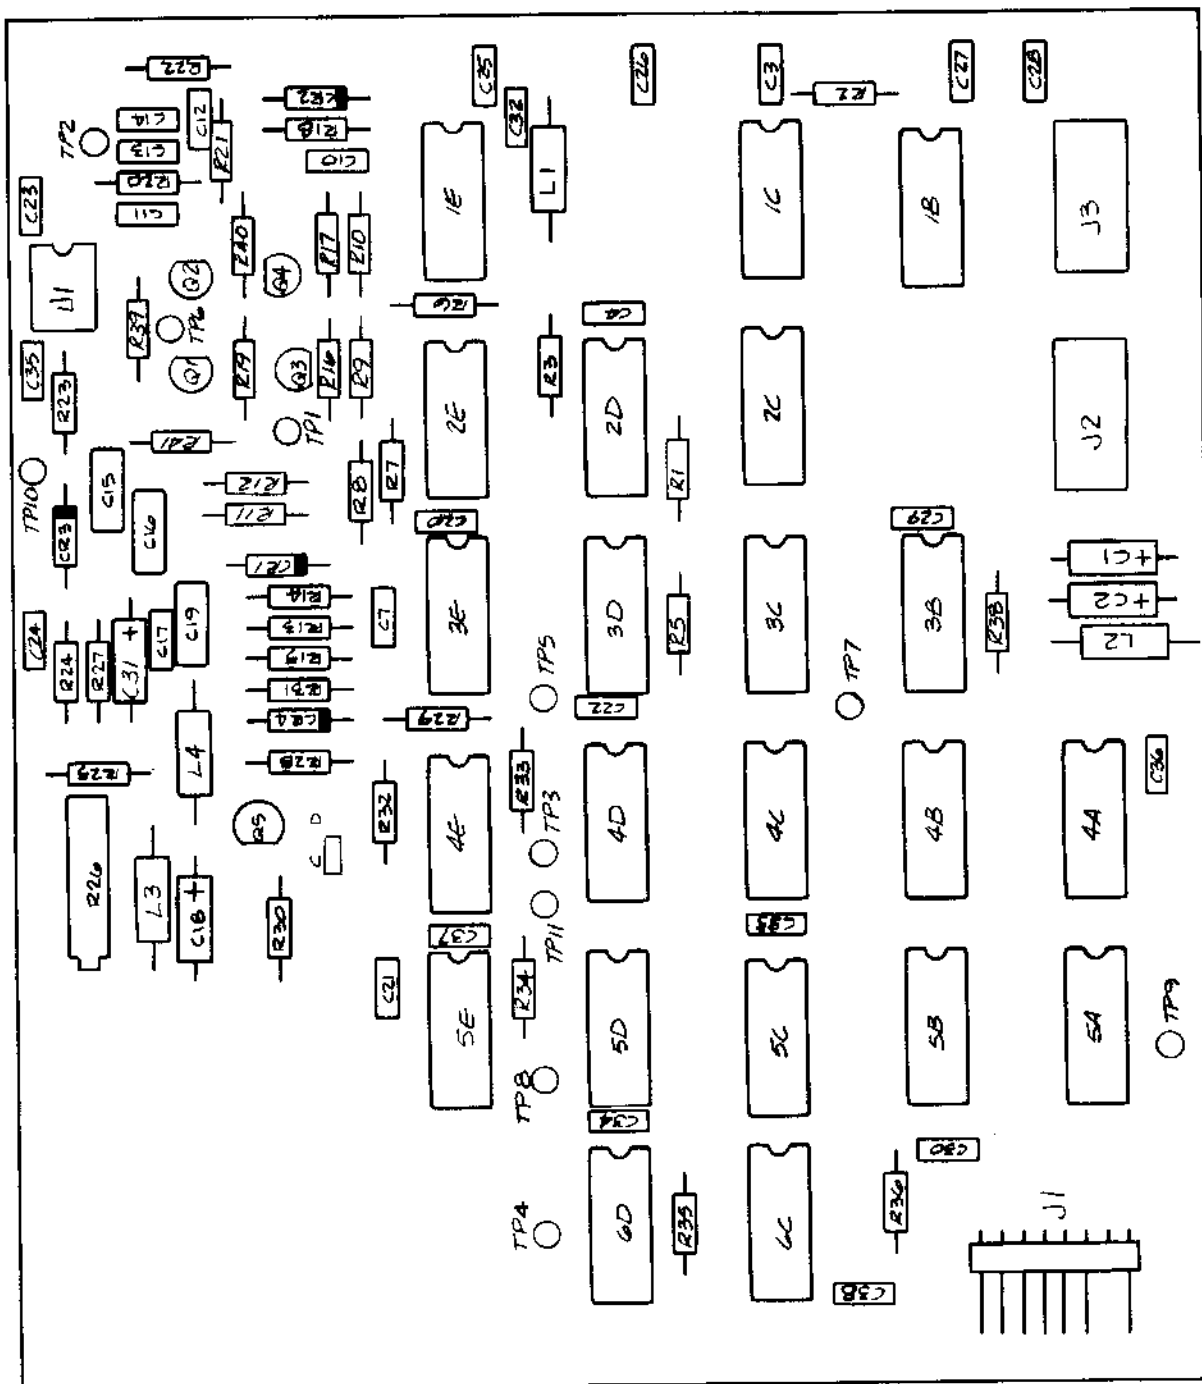

Figure 24. VFO PCB
7.5 JUMPER OPTIONS (Data Separator PCB) (Fig. 24)